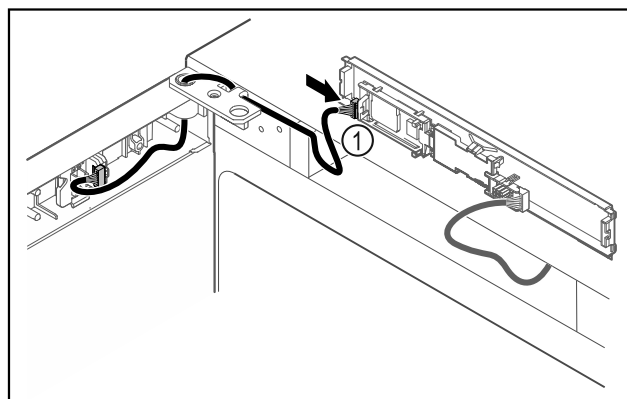

Fig. 49
- ▷ Sätt in kontakten Fig. 49 (1) på kretskortet.